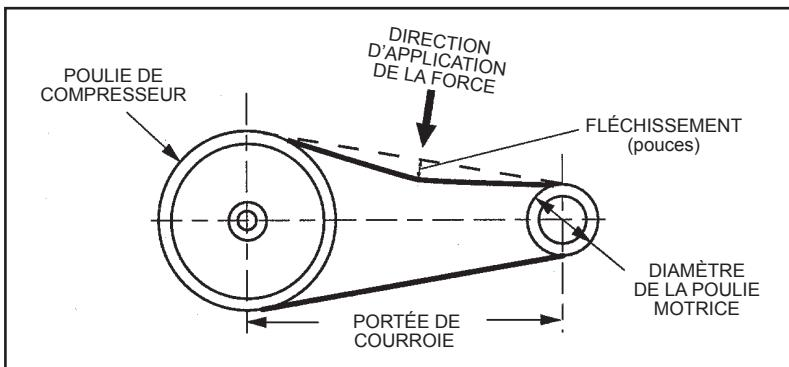
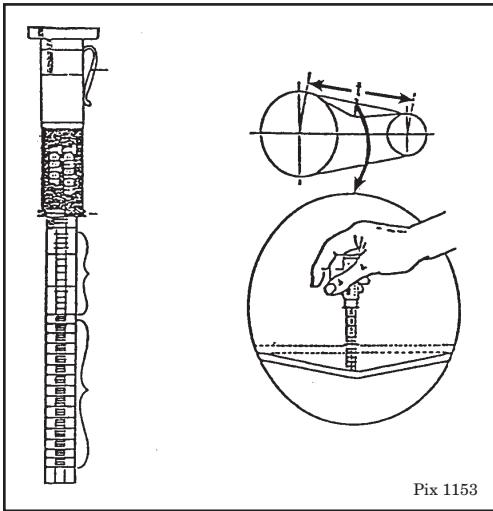

Fig. 5-1
Fig. 5-2 Jauge de tension de courroie
Étape 1) Mesurer la portée de courroie (voir **Fig. 5-1, Réglage de la tension de courroie**).
Étape 4) Au centre de la portée, perpendiculairement à la courroie, appliquer une pression sur la surface extérieure de la courroie à l'aide d'une jauge de tension de courroie (voir **Fig. 5-2, Jauge de tension de courroie**). Appuyer sur la courroie jusqu'à obtenir le fléchissement fixé (voir l'**Étape 2** ci-dessus). Lire la mesure sur la jauge de tension de courroie et la comparer à la table qui précède la **Fig 5-1**. La mesure de force de fléchissement doit être comprise entre les valeurs minimale et maximale indiquées. Ajuster la courroie comme il se doit. Les courroies neuves doivent être tendues aux valeurs de la colonne « Install. initiale ».